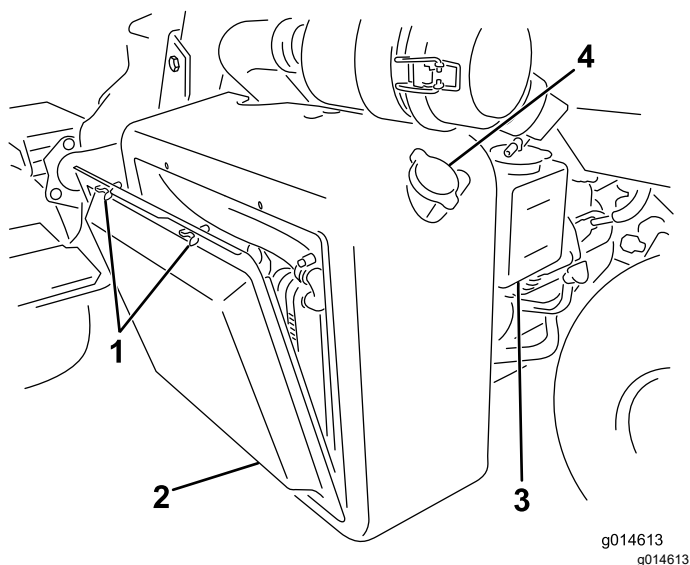
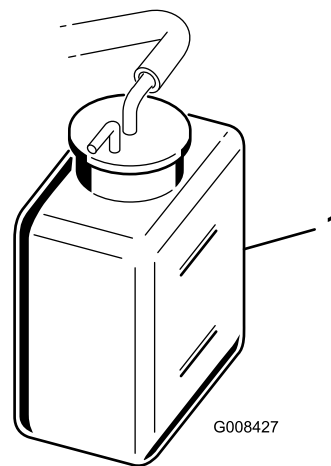

Рисунок 45
Рисунок 46
1. Снимите решетку радиатора (Рисунок 45).
- Проверьте уровень охлаждающей жидкости (Рисунок 45 и Рисунок 46).